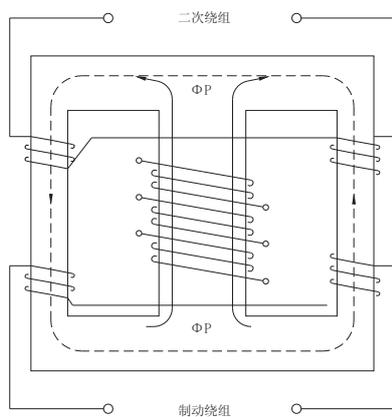
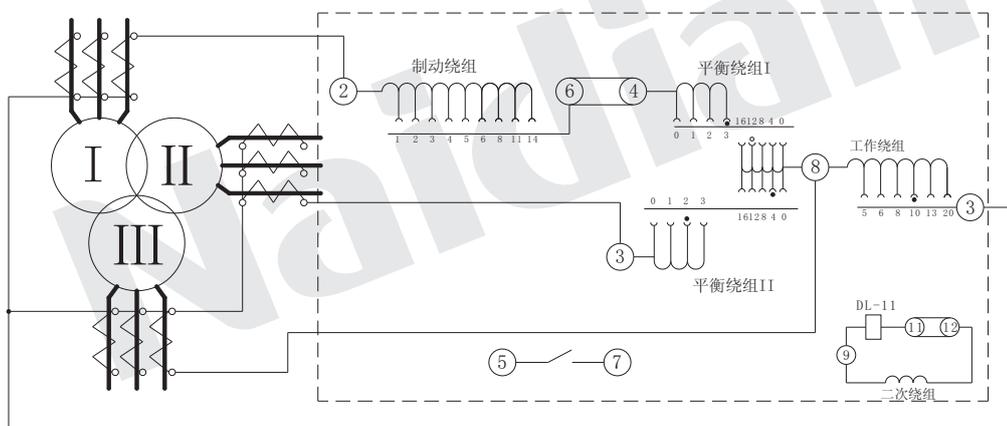

图 1
图 2
变流器可以同时防止励磁涌流及电力变压器穿越故障时继电器的误动作。变流器及执行元件放在一个外壳里，继电器安装时可板前接线及板后接线。变流器接线示意如图1，保护三绕组电力变压器时继电器外对接线如图2。
12. 继电器的外形及开孔尺寸见本手册292页附图1